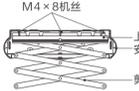

图4
- 如图4，用M4×8mm机丝将剪刀架上滑轨固定在安装板上。